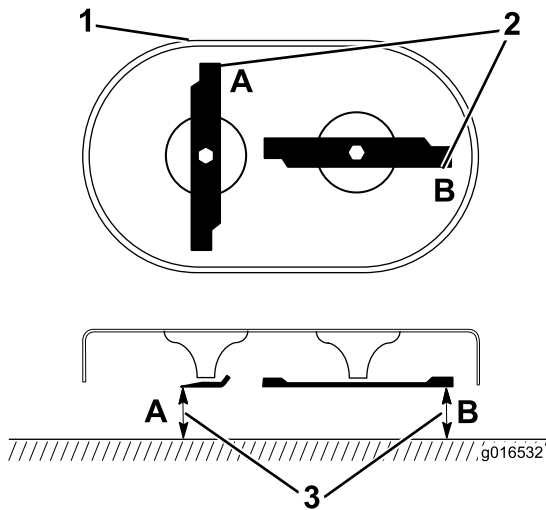

Figure 42
1. Faites pivoter les lames jusqu'à ce qu'elles soient positionnées comme illustré à la Figure 42.
2. Mesurez la distance entre une surface plane et le tranchant des lames aux points A et B, (Figure 42), et notez ces deux dimensions.